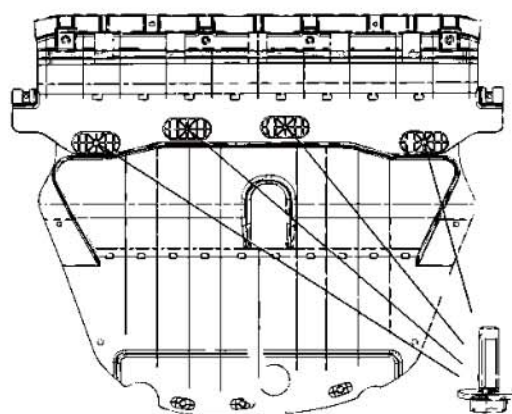

图 2-15
- (1) 用 10 号套筒，拆除发动机挡泥板与发动机下后挡泥板连接的 4 个螺栓，如图 2-15 所示；